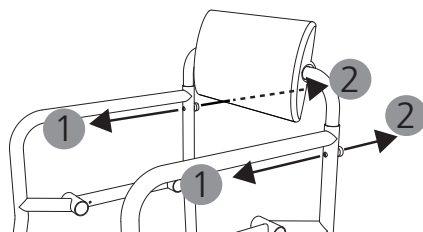

fig. 25
2. Desserrez les écrous moletés à l'arrière du dossier et retirez les vis (1, 2, fig. 25). Conservez les vis en lieu sûr jusqu'à ce que vous souhaitiez remonter le produit.